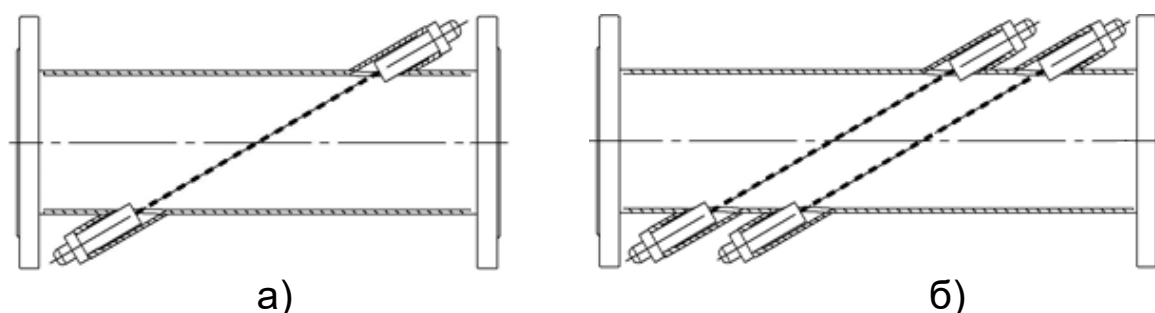

Рисунок 1. а) Прямая труба с однолучевым зондированием
– типоразмер **П** - «прямая труба» - зондирование потока в диаметральной или хордовом сечении ППР (рисунок 1а, б). Стандартное фланцевое или приварное присоединение к трубопроводу. Применяется в однолучевых и многолучевых расходомерах.